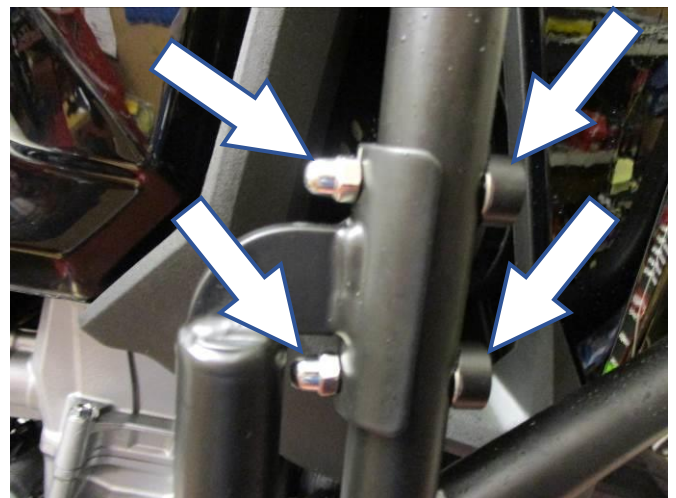

Abbildung 12
- Die zwei Distanzhalter an den M6 Schrauben (**Artikel 4 and 5**) montieren. Die Schrauben durch den oberen Adventure Bar-Sturzbügel in die obere Montagehalterung des unteren Adventure Bar-Sturzbügel einführen wie in **Abbildung 12** abgebildet. Die obere Schraube kann komplett eingeschraubt sein, aber die Hutmutter (**Artikel 7**) muss an den unteren Schrauben eingerastet sein, bevor sie festgezogen wird. Die übrige Mutter kann dann an der oberen Schraube befestigt werden – siehe **Abbildung 12**.